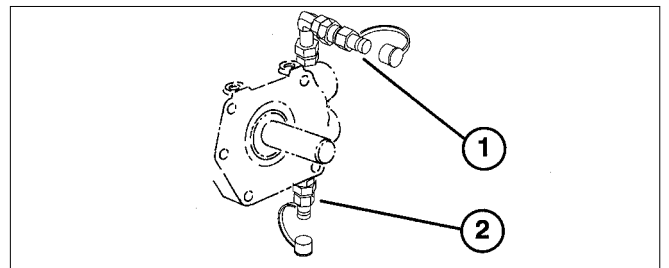

図 44
油圧回路のテストポート (図 44 & 45) があります。テストはオイル温度が通常の作動温度に上昇してから、エンジンをフル回転させた状態で行います。必要に応じ Toro 代理店にご相談ください。
1. 前進走行と後退走行のリリーフ設定 (図 44) は 371 kg/cm^2 、チャージ圧力は $3.5 \sim 10.5 \text{ kg/cm}^2$ としていますので、 $500 \sim 700 \text{ kg/cm}^2$ の計測が可能なゲージを使用してください。
1. 点検穴が3時または9時の位置(図44)にある時に、オイルが穴のレベルまでであれば適正。点検は本機を水平な場所に停車して行う。